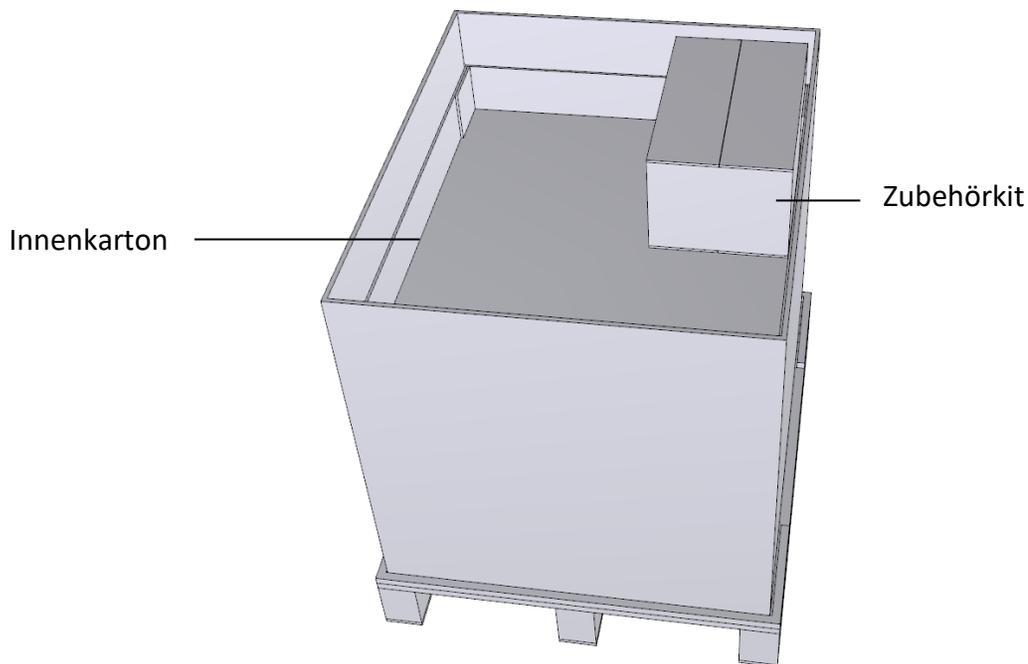

Abbildung 2: Transportbehälter
- 2) Nehmen Sie das Zubehörkit aus dem Transportbehälter, wie in Abbildung 2 gezeigt.